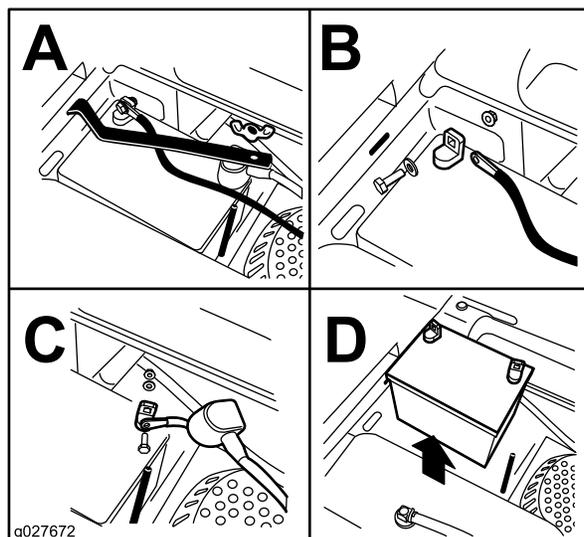

Figure 52
3. Retirez l'écrou à oreilles qui fixe la barrette de maintien de la batterie (Figure 52).
4. Déposez la barrette de maintien (Figure 52).
5. Commencez par débrancher le câble négatif (noir) de la borne négative (-) (noire) de la batterie (Figure 52).
6. Enlevez le capuchon rouge de la borne positive (rouge) de la batterie et débranchez le câble positif (+) (rouge) (Figure 52).
1. Placez la batterie dans son support en tournant les bornes à l'opposé du réservoir de carburant (Figure 52).
4. Fixez les câbles avec 2 boulons, 2 rondelles et 2 contre-écrous (Figure 52).
6. Reposez la barrette de maintien et fixez-la avec l'écrou à oreilles (Figure 52).